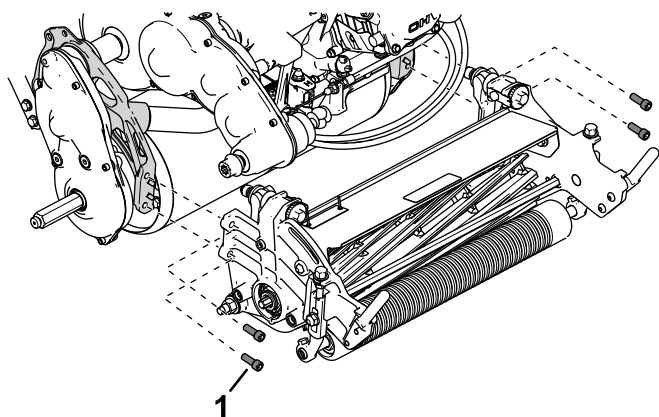

Figura 44
5. Folosii 4 uruburi cu cap imbus pentru a fixa unitatea de tăiere pe cadru (Figura 44).